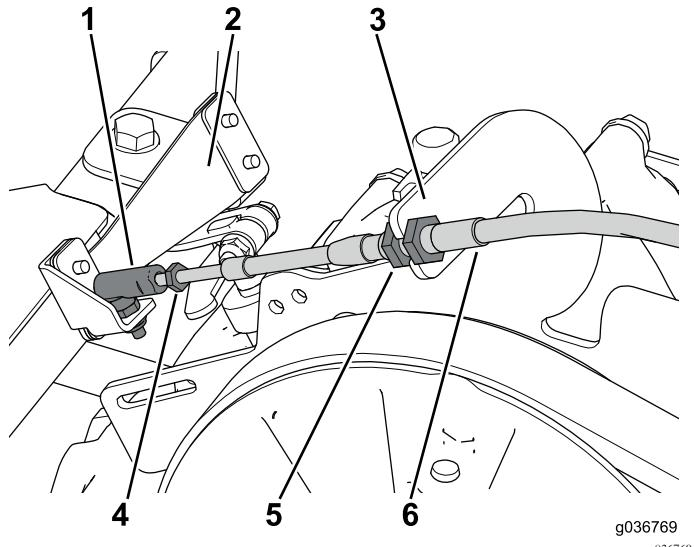

Figura 35
2. Enrosque el conjunto de articulación esférica en el cable del cambio de marchas y sujetelo al brazo del cambio de marchas (Figura 35).